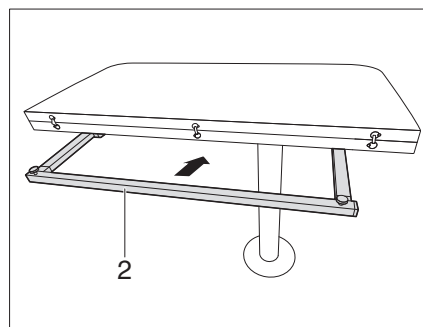

Fig. 116 Inserire la sottostruttura del tavolo ribaltabile
- Inserire la sottostruttura del tavolo (Fig. 116,2).